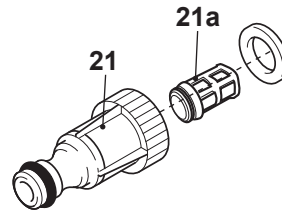

Fig. 25
1. Deșurubați și îndepărtați adaptorul racordului de apă (21) de la racordul de apă (6).
2. Demontați adaptorul racordului de apă (21) (Fig. 25).